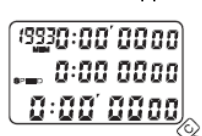

Fig. 15
4. Appuyer sur la touche **C** pour revenir en mode chronométrage (fig.15).